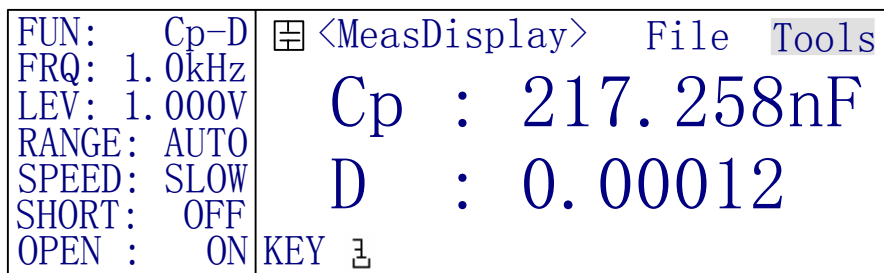

图 4-10 键盘锁定后的软键显示
- **KEY ☰** 键盘锁功能软键。按下软键，键盘将被锁定，页面上同时显示键盘被锁定的信息“KeyLocked!”，页面显示如图 4-10。